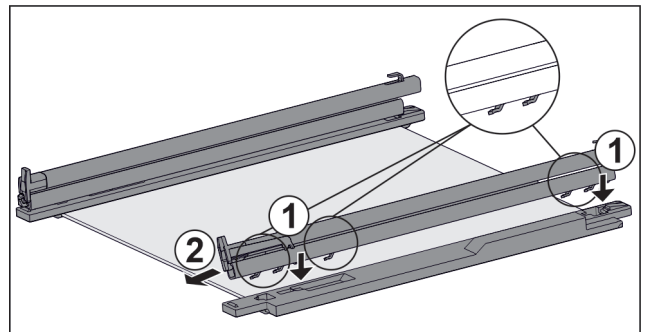

Fig. 115 Placa de vidrio con guías y piezas de sujeción
- ▶ Coloque los ganchos de la guía en las aberturas de la pieza de sujeción **izquierda**. Fig. 115 (1)
- ▶ Tire de la guía hacia delante. Fig. 115 (2)
- ▶ Coloque los ganchos de la guía en las aberturas de la pieza de sujeción **derecha**. Fig. 115 (1)